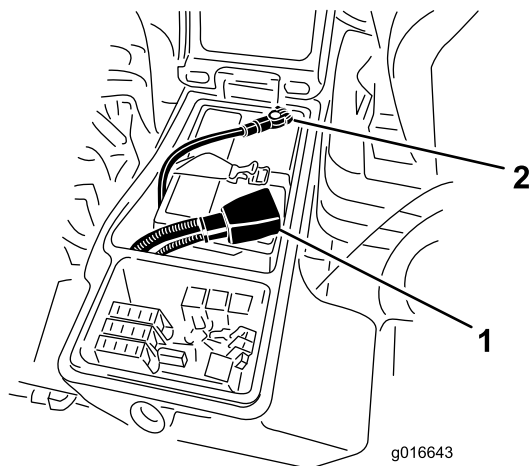

Figura 62
4. Instale o cabo positivo (vermelho) no terminal positivo (+) e o cabo negativo (negro) no terminal negativo (-) da bateria (Figura 62). Prenda os cabos nos pólos com parafusos e porcas. Certifique-se de que o terminal positivo (+) se encontra correctamente colocado no pólo e de que o cabo se encontra correctamente encaixado na bateria. O cabo não deverá estar em contacto com a cobertura da bateria. Coloque a protecção de borracha sobre o terminal positivo para evitar um curto-circuito.